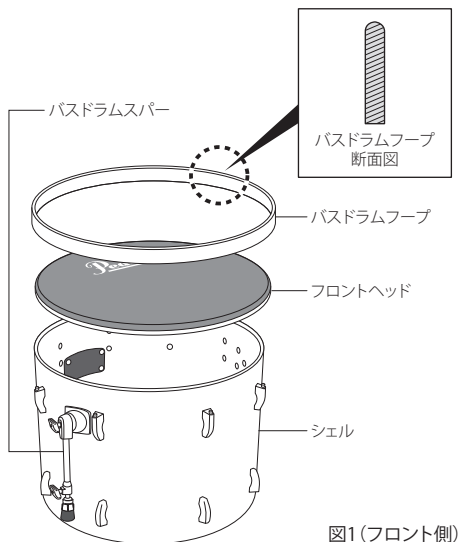

図1 (フロント側)
1. シェルをフロント側（バスドラムスパーの付いている方）を上にして床に置き、Pearl ロゴのあるフロントヘッドをかぶせ、バスドラムフープを平らな方を下にしてのせます（図1）。